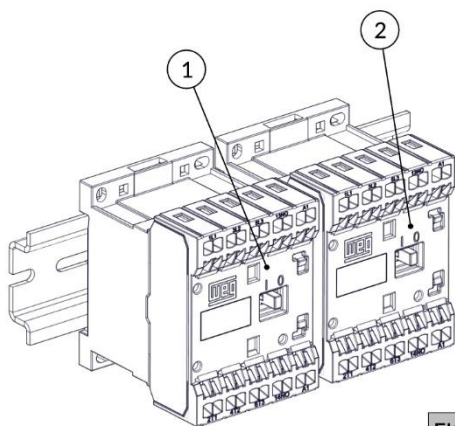
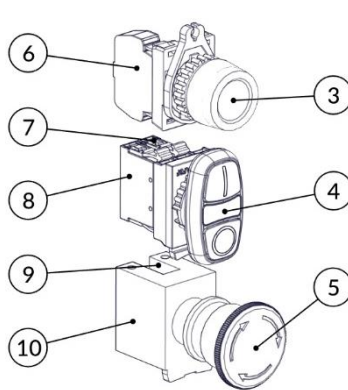

FIG. 10
FIG. 11
- b) Inspeção todo o conjunto de comando (contatores (FIG. 10), chaves de acionamentos (FIG. 11) e chicote elétrico) e verifique se há contaminação destes componentes por agentes externos agressivos ao sistema, tipo: sabão, água, insetos, etc. Verificar também a integridade dos cabos elétricos e seus terminais elétricos. Caso haja contaminação do sistema, deve-se proceder a troca do componente degradado.